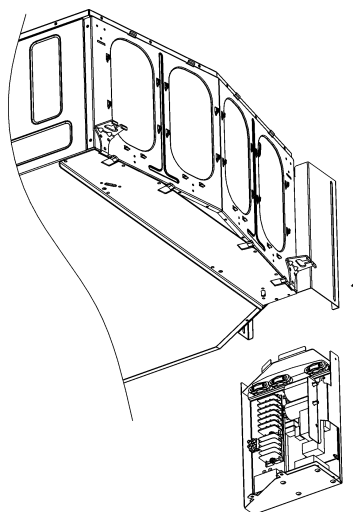

Fig. 29. Levare l'armadietto dai suoi perni scorrevoli
3. Se necessario, levare l'armadietto dai suoi perni scorrevoli aprendo le viti (vedi Fig. 29).